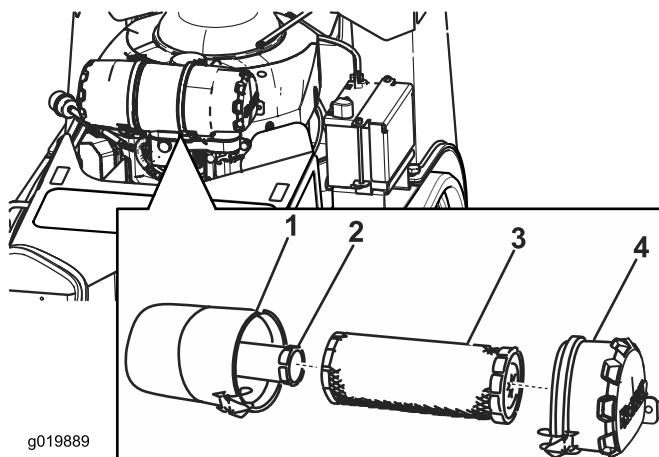

Bild 29
2. Lösen Sie die Riegel am Luftfilter und ziehen Sie die Abdeckung vom Luftfiltergehäuse ab (Bild 29).
4. Schieben Sie den Hauptfilter vorsichtig aus dem Luftfiltergehäuse heraus (Bild 29).
2. Wenn Sie den inneren Filter austauschen, schieben Sie ihn vorsichtig in das Filtergehäuse (Bild 29).
3. Schieben Sie den Hauptfilter vorsichtig auf den inneren Filter (Bild 29).
4. Schieben Sie die Abdeckung auf das Luftfiltergehäuse und befestigen sie mit den Nasen (Bild 29).